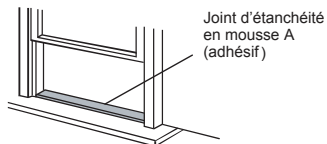

Fig. 8
1. Coupez le joint d'étanchéité en mousse (adhésif) à la bonne longueur et collez-le sur le rebord de la fenêtre. Fig. 8.